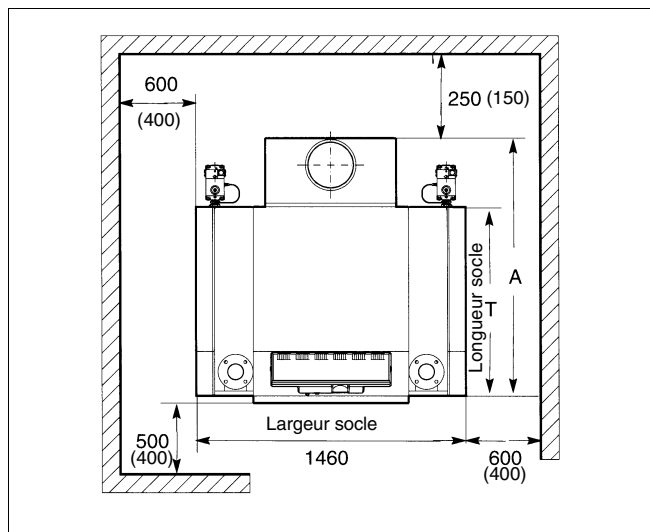

Fig. 2 Dimensions conseillées pour l'implantation de la chaudière, entre parenthèses dimensions minimum nécessaires.
- Lors de l'implantation de la chaudière, tenir compte des distances par rapport au mur, à droite et à gauche de la chaudière, tel qu'elles sont indiquées dans la fig. 2 pour les travaux de SAV et de maintenance.